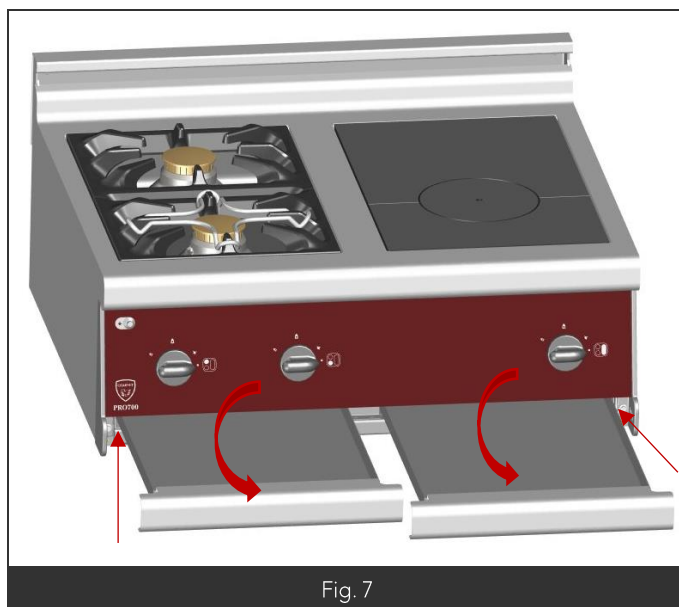

Fig. 7
- Dévisser les 2 vis (flèches rouge Fig7) situées aux extrémités du panneau situés sous les supports chromés.
- Enlever le bandeau de commande (Fig7 paragraphe 2)
- Déposer le capot de commande (Fig7 paragraphe2)